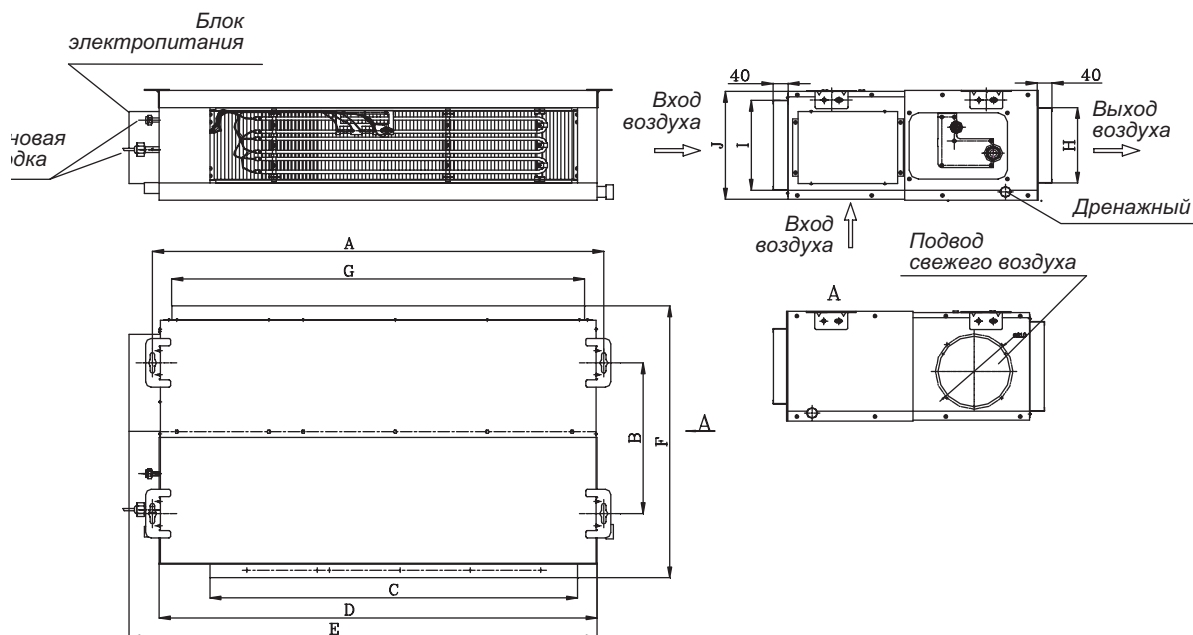

Рис. 9.7
9.2.4.2 Габаритные и установочные размеры внутренних блоков канального типа моделей GMV-R40P/Na-K, GMV-R45P/Na-K, GMV-R50P/Na-K, GMV-R56P/Na-K, GMV-R63P/Na-K, GMV-R71P/Na-K, GMV-R80P/Na-K, GMV-R90P/Na-K, GMV-R100P/Na-K, GMV-R112P/Na-K, GMV-R125P/Na-K (рис. 9.7 и табл. 9.3).